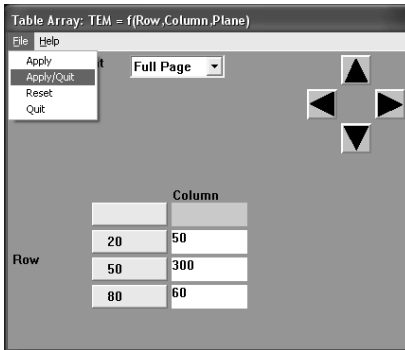

Рисунок 6.2 – Панель визначення змінної теплопровідності
- привласнімо: [SFA] Apply Film Coef on Areas варіант New Table і значення VAL21 Bulk Temperature = 20, [OK]. Далі Name of New Table визначте назву таблиці даних – TEM, [OK], а також розмірність цієї таблиці I, J, K = 3, 1, 1 відповідно, [OK]. Заповнюємо поля таблиці, як показано на рис. 6.2, потім коректно закриємо панель: